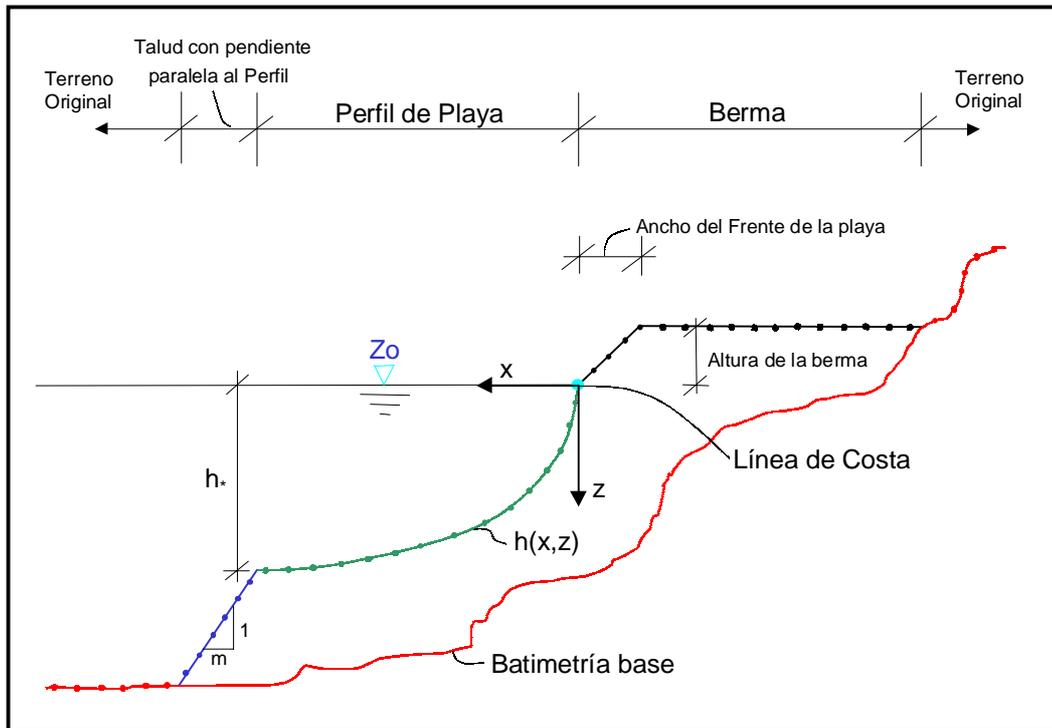

Figura 6.6. Esquema del perfil de playa
El perfil de playa se compone de cuatro secciones (ver la figura 6.6): (1) la zona de la berma o playa seca, la cual va desde la intersección de la playa con la batimetría hasta la línea de costa (los puntos en esta sección son de color negro); (2) el perfil de equilibrio, el cual va desde la línea de costa hasta la profundidad de cierre del perfil, h_* (con puntos en color verde); (3) el talud de intersección al pie del perfil, el cual es de pendiente constante y paralela al perfil,
- Playa seca: ésta se conforma de la altura de la berma (metros) y la anchura del frente de la playa (metros), ver detalle en la figura 6.6.